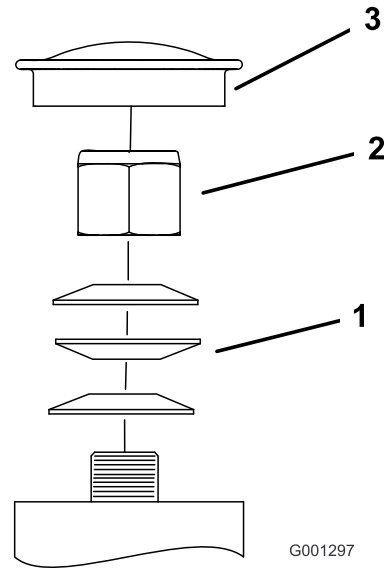

Figure 75
3. Retirez le capuchon protecteur de la roue pivotante et serrez le contre-écrou (Figure 75).
4. Continuez de serrer le contre-écrou jusqu'à ce que les rondelles élastiques soient aplaties, puis desserrez-le d'un quart de tour pour obtenir la précharge correcte des roulements (Figure 75).
Important: Veillez à placer les rondelles élastiques correctement, comme montré à la Figure 75.
5. Reposez le capuchon protecteur (Figure 75).